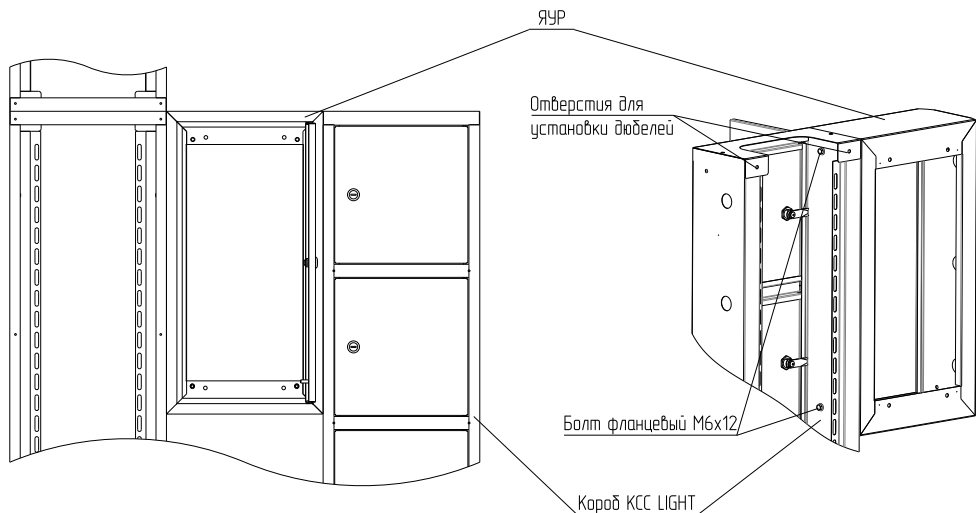

Рисунок 12
4.6.3 Установить короб КСС на пол к стене возле ЯУР/ЯУ (рисунок 12).